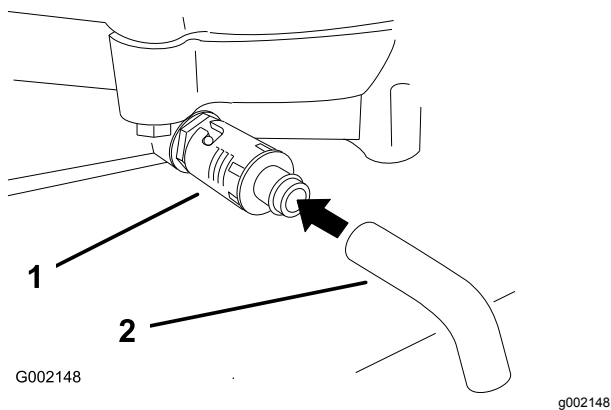

图 17
4. 在放油孔下放置一个盘子。旋转机油排放阀让机油排出图 17。